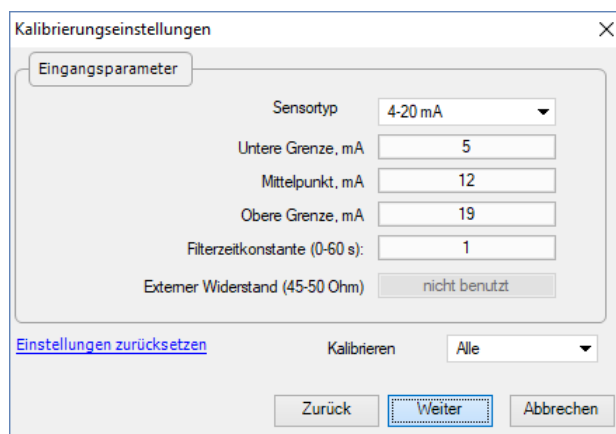

Abb. B.3 Kalibrierungsparameter
6. Wählen Sie den Typ des Eingangssignals und die anderen Kalibrierungsparameter aus (Abb. B.3).